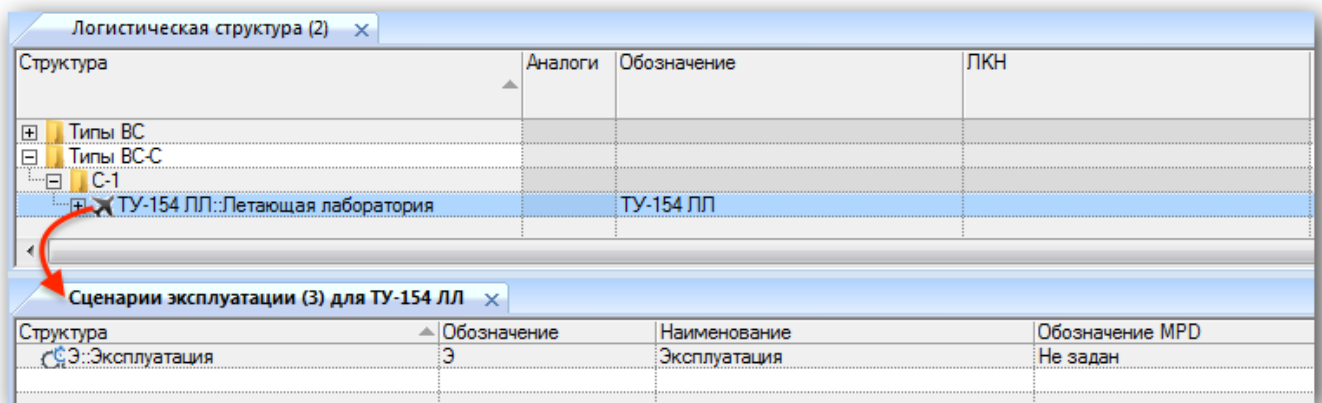

Рис. 10-388 – Окно связанных объектов «Сценарии эксплуатации» для выбранного типа ФИ
- 4) В отобразившемся диалоговом окне нажать кнопку «Да» для подтверждения создания связи (рис. 10-388).